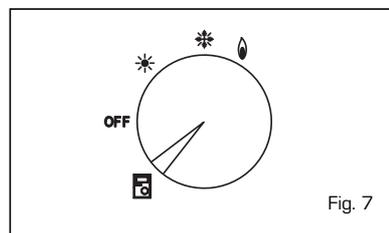

Fig. 7
Cuando la caldera está conectada al regulador "Logica Remote Control" el selector CR/OFF/VER/ INV/DESBLOQUEO deberá estar conectado en la posición (CR); los pomos de los potenciómetros sanitario y calefacción no ejercerán más ningún control y todas las funciones serán manejadas por el regulador (fig. 7).